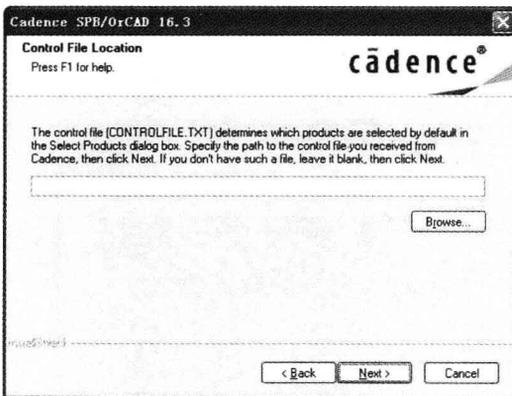

图 1.2.8 “Control File Location”窗口
(3) 选择“I accept the terms of the license agreement”后, 单击“Next”按钮, 出现“Control File Location”窗口, 单击“Browse...”按钮, 选择管理文件的下载路径, 如图 1.2.8 所示。